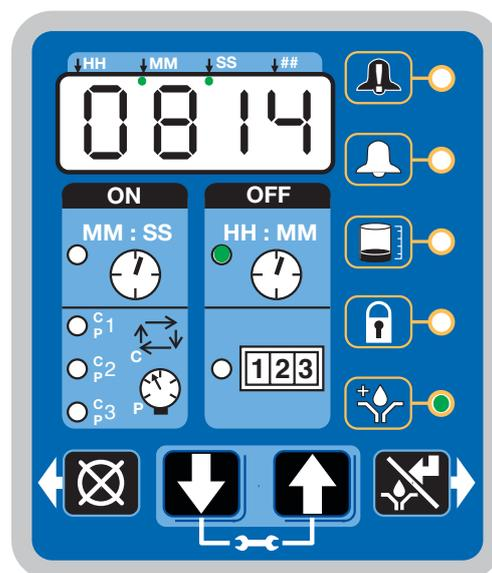

FIG. 56
- Il LED vicino all'orologio nel campo OFF è illuminato (FIG. 56).
- Il LED di prelubrificazione si accende (FIG. 56).
- Il display visualizza il tempo rimanente finché non inizia il ciclo di lubrificazione. L'esempio fornito in FIG. 56 mostra che rimangono 8 minuti e 14 secondi prima dell'inizio del ciclo di lubrificazione.